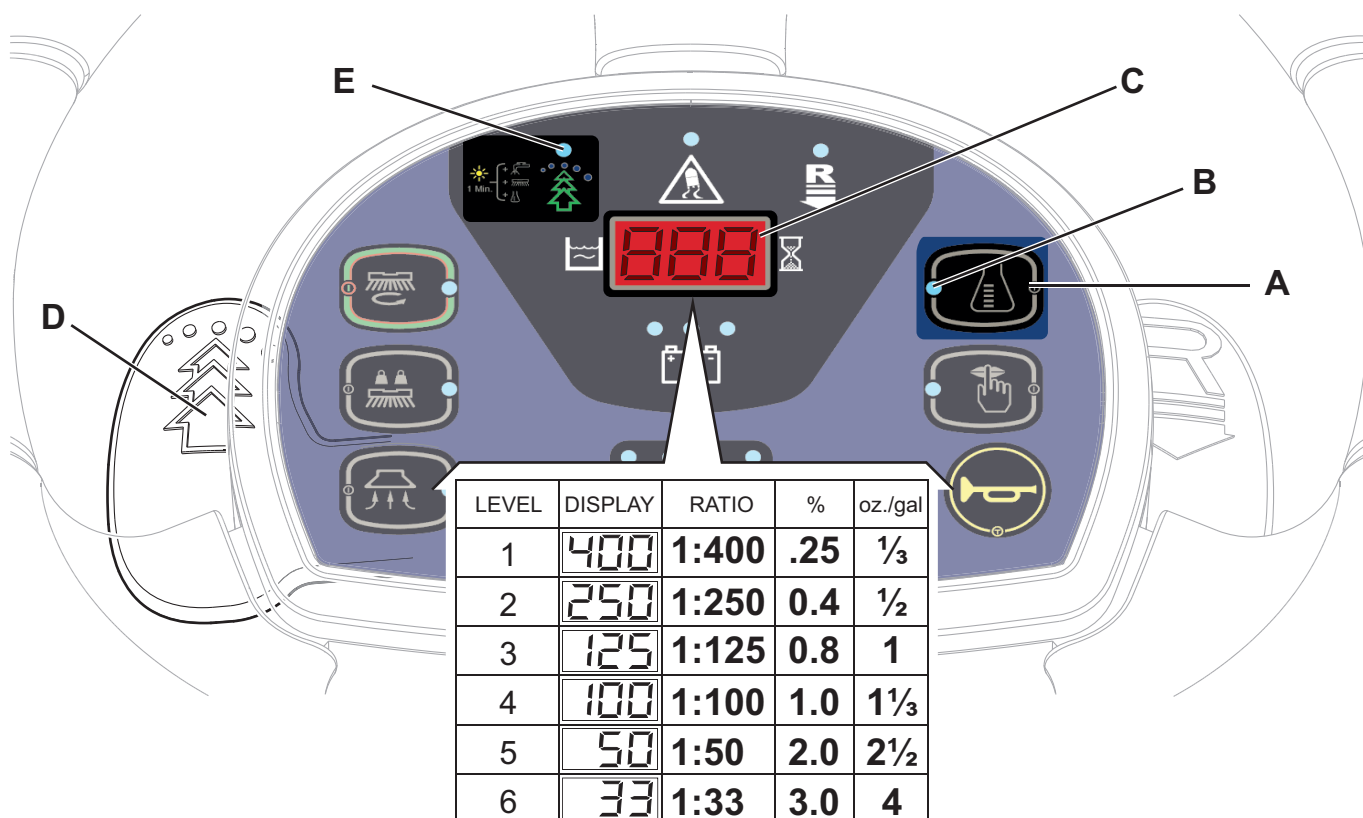

Figure 3
Le système de mélange du détergent à l'eau de lavage peut être activé en poussant sur le bouton de contrôle du débit de détergent (A, Fig. 3) : lorsque la DEL (B) est allumée, le détergent est ajouté à l'eau de lavage.
L'afficheur (C) indique le niveau de concentration de détergent dans la solution comme indiqué dans le tableau dans la figure 3.
Soulever le levier EcoFlex (D, Fig. 3) lorsqu'il faut une puissance de lavage supérieure.
1. Désactiver le bouton-poussoir de débit de détergent (A) (la DEL (B) doit être éteinte).
2. Appuyer et maintenir le bouton-poussoir de débit de détergent (A) jusqu'à ce que le DEL (B) clignote.
3. Relâcher le bouton-poussoir (A). Appuyer à nouveau rapidement sur le bouton-poussoir pour passer au niveau successif indiqué par l'afficheur (C), comme sur le tableau de la Figure 3 ; répéter la procédure jusqu'à atteindre le réglage désiré.
4. Attendre que la DEL (B) cesse de clignoter : le nouveau niveau est réglé.
Afin de désactiver temporairement le système, soulever le levier EcoFlex (D, Fig. 3) et le maintenir dans cette position pendant 2 secondes.